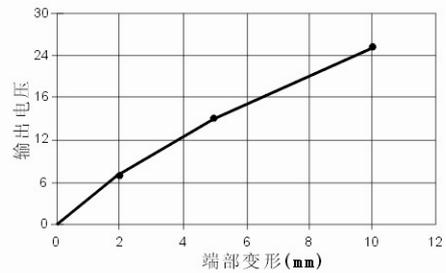

图2: 电压输出相对于端部变形
- ◆ LDT0作为柔性开关---采用电荷放大器获得“开路”电压灵敏度，可测得传感器端部变形所产生的输出(固定压接端子端)2mm 变形足以产生7V的电压，将传感器端部弯曲90°可产生70V电压（见表2，图2）。
表2: LDT0作为柔性开关 (见图2)